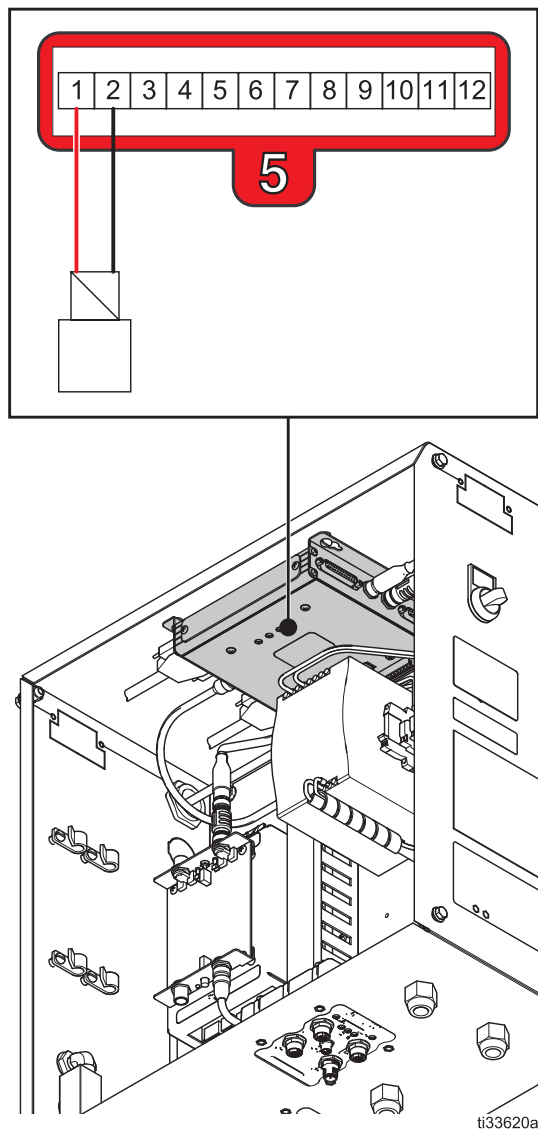

図 20: ソレノイドを EFCM へ配線
5. GFB ソレノイドワイヤをワイヤダクトを通じて配線します。ソレノイドワイヤを EFCM のコネクタ 5 のピン 1（赤）とピン 2（黒）に接続します。図 20 および電気回路図（図 21）を参照してください。
- ソレノイドワイヤを EFCM のコネクタ 5 のピン 1 とピン 2 に接続します。図 20 および電気回路図 (図 21) を参照してください。